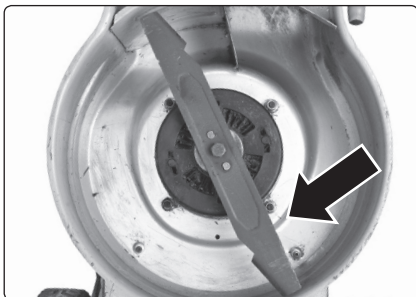

Abb. 6, richtige Orientierung vom Messer
- Ist das Messer von seiner Form her unsymmetrisch, weil es durch einen Aufprall beschädigt wurde, lassen Sie es von einem Fachmann richten. Lassen Sie ein stumpfes Messer fachmännisch schärfen. Weist das Messer eine geringe mechanische Beschädigung auf, z. B. infolge eines Aufpralls auf einen Stein, lassen Sie die beschädigte Stelle ausschleifen – es ist jedoch immer für eine ordnungsgemäße Auswuchtung des Messers zu sorgen. Ein unausgewuchtetes Messer verursacht übermäßige Vibrationen beim Lauf des Rasenmähers. Falls dies passiert, schalten Sie den Rasenmäher sofort ab und stellen Sie eine Reparatur sicher. Dies könnte sonst zur Beschädigung des Rasenmähers und gefährlichen Situationen führen. Das Messer muss nach Abb. 6 orientiert installiert werden.